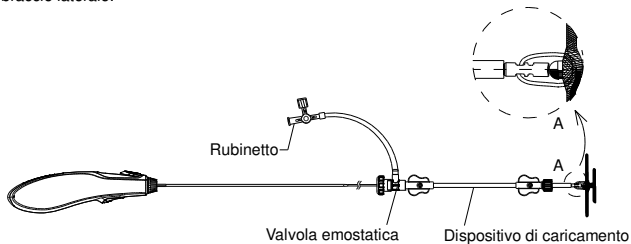
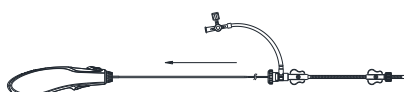

Figura 6. Illustrazione del sistema dell'occlusore per PFO CeraFlex™
Figura 7. Illustrazione dell'inserimento del dispositivo nel dispositivo di caricamento
- Verificare attentamente il collegamento tra l'occlusore e il cavo di rilascio (vedere la figura 6). Immergere sia il dispositivo che il dispositivo di caricamento nella soluzione fisiologica. Quindi tirare il dispositivo con un movimento rapido e deciso, per farlo entrare nel dispositivo di caricamento (vedere la figura 7).